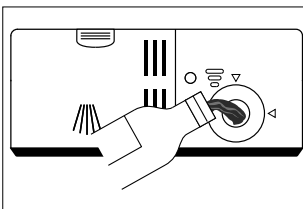

Fig. 10
- ▶ Remplissez le réservoir jusqu'au repère « MAX » (voir **fig. 10**), en veillant à ce qu'il ne déborde pas.